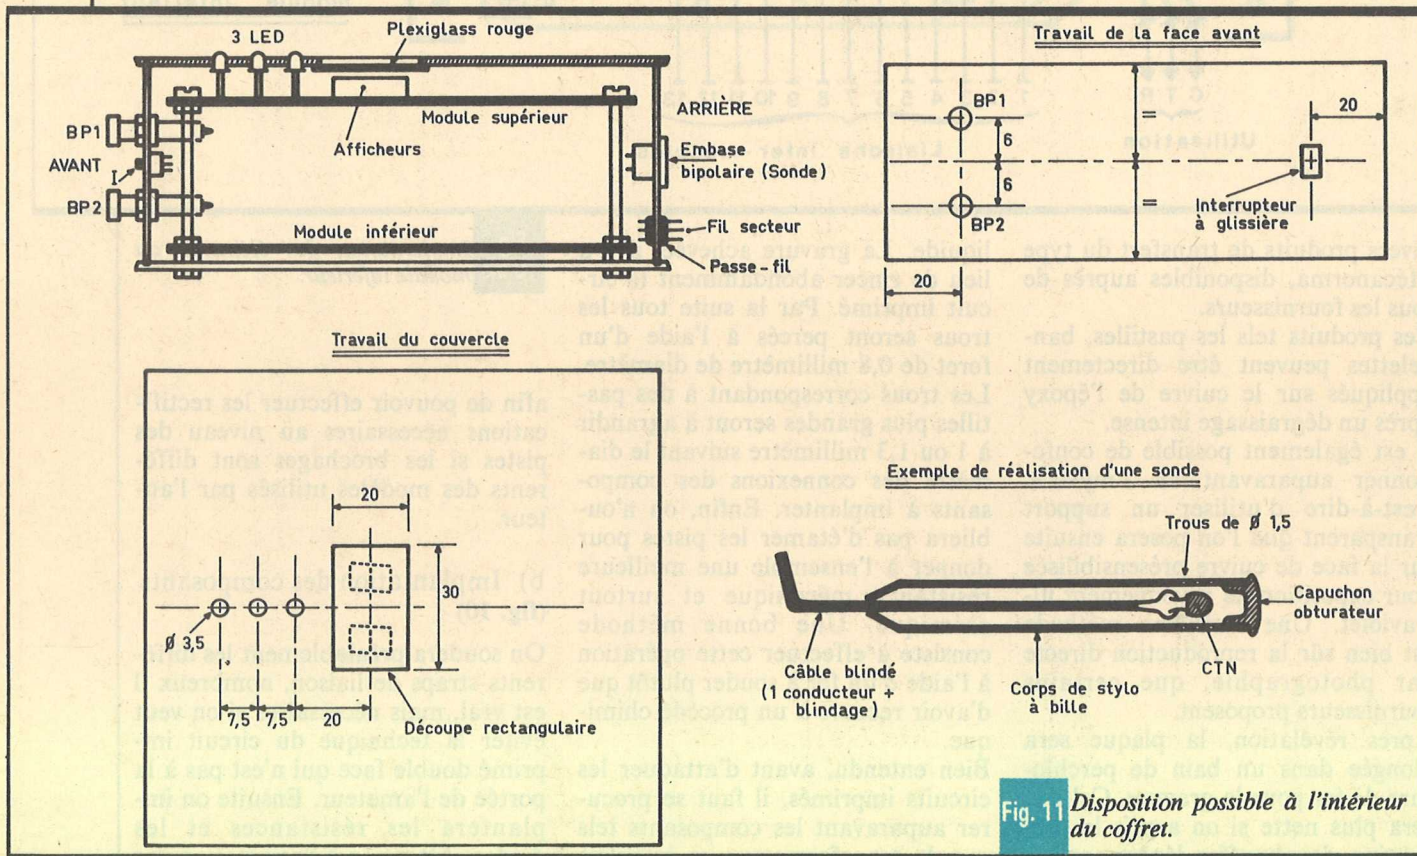

Fig. 11 Disposition possible à l'intérieur du coffret.
c) Montage dans le boîtier (fig. 11)
Peu de remarques sont à faire à ce sujet. Le schéma de la figure 11 est un exemple de réalisation possible, adapté au coffret Teko utilisé. La sonde destinée à la CTN peut être